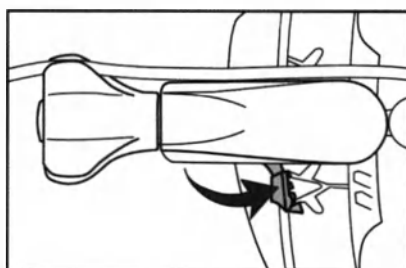

图 4a: 锁定杆处于解锁位置
4. 要将 ACROBAT-i 定位器固定到牵开器, 向安装座主体方向将锁定杆推入“锁定”位置以锁定安装座。确保安装座锁定到位后 ACROBAT-i 定位器牢固地装到牵开器上。请参考图 4a 和 4b 中的解锁位置和锁定位置。